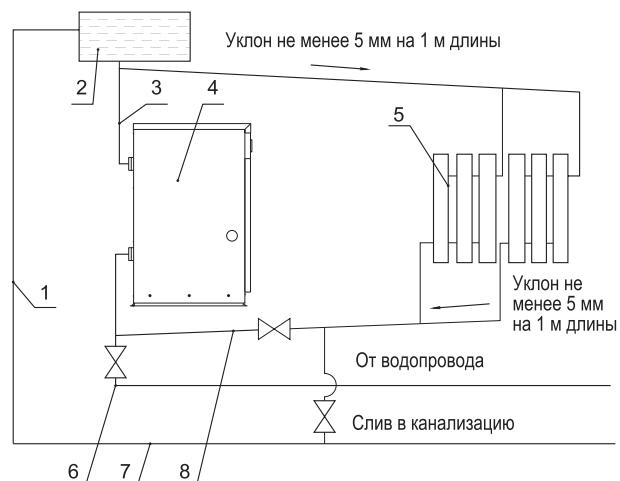

Рисунок 5
- высота трубы над крышей должна быть не менее размеров, указанных на рис. 5, 6. Обратите внимание на положение оголовка трубы с несколькими каналами относительно конька крыши;